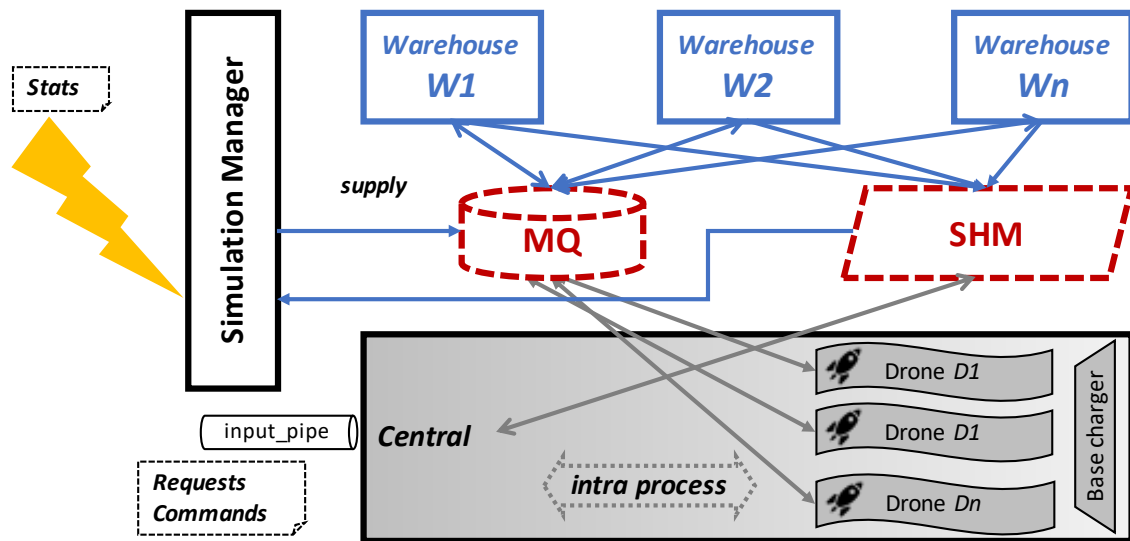

Figure 2 – Visão geral do sistema a implementar.
A Fig. 2 apresenta uma visão geral do funcionamento do sistema a implementar no contexto do Trabalho Prático.
- **Gestor da simulação (*Simulation manager*)** – é responsável por iniciar todo o sistema. Deve criar a fila de mensagens (MQ), as zonas de memória partilhada (SHM) e os restantes processos. Ao receber um sinal SIGUSR1 deve ler as estatísticas a partir da SHM e apresentá-las ao utilizador.
- **Processo Central (*Central*)** – iniciar, coordenar e manter as *threads* relativas a cada um dos drones, e ao carregador de baterias (charger). Deve também criar o *named pipe* (“*input\_pipe*” da Fig. 2) onde vai receber as encomendas e outros comandos relativos ao comportamento dos drones.
É responsabilidade do processo *Central* criar e manter as *threads* correspondentes aos *drones* (Dx na Fig. 2) e *charger*, bem como coordenar o trabalho deles. Para isso, deve
A *Central* monitoriza ao mesmo tempo o *named pipe* (“*input\_pipe*” Fig. 2) para receber as tarefas a realizar. Estas tarefas são expressas por comandos que podem servir para criar uma encomenda nova e para alterar o número de drones. **A estrutura dos comandos a receber é apresentada abaixo e deve ser seguida rigorosamente.**
5. Caso existam drones disponíveis e os produtos necessários em *stock*, deve reservar a quantidade de produtos no armazém através de memória partilhada (SHM na Fig. 2) e de seguida notificar a *thread* correspondente a esse drone através de meios de comunicação intra processo, para que este trate da encomenda (ver 4.2). A reserva não deve ser efetuada diminuindo a quantidade de stock disponível no armazém.
Como dito anteriormente, o comportamento de um drone é implementado por uma *thread* (*Dx* na Fig. 2). Existem em cada momento um número *D* de drones no sistema, de acordo com as configurações. Os drones começam em repouso com a bateria inicial
- 3) Carregamento** – o drone começa por enviar uma mensagem ao armazém através da fila (MQ na Fig. 2) a indicar que chegou e que o carregamento pode começar. A mensagem enviada deve identificar a encomenda com um número único, para que o armazém responda com uma mensagem desse tipo. O drone fica à espera da resposta e está ocupado, não podendo ser interrompido. Não gasta bateria neste processo. O carregamento deverá demorar um número de unidades de tempo igual à quantidade de produtos. Quando receber a resposta sabe que o carregamento terminou e assume o comportamento **4**).
Tal como a Fig. 2 ilustra, o processo *Gestor da simulação* é capaz de obter informação sobre encomendas aceites e tratadas pelos drones e armazéns, através da memória partilhada. Após a receção de um sinal do tipo SIGUSR1, deverá escrever para o écran a seguinte informação estatística: